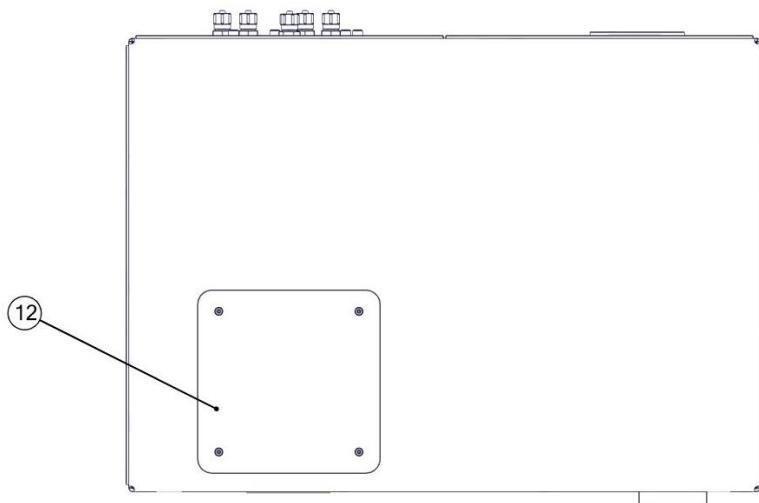

Bild 2 – ovanifrån
- **"Fel 4" – Minsta belastningsintervall överskridet.** Detta meddelande anger att negativa belastningsvärden har detekterats av den elektroniska belastningscellen. Det här kan innebära att delar av mätgaffeln (del 2, bild 2) har avlägsnats eller att den utsatts för en uppåtriktad kraft. Om mätgaffelns tillstånd ser ut att vara normalt kan detta meddelande tyda på ett fel i den elektroniska kretsen. Kontakta Simpson Technologies för ytterligare hjälp med att lösa problemet som orsakar felmeddelandet.
1. Stäng av vådragprovaren genom att ställa vippströmbrytaren på maskinens baksida (del 6, bild 2) i AV-läge.
5. Ta bort plastlocken på båda anslutningarna för oljeavtappning på baksidan av maskinen (del 10, bild 2).
12. Ta av plastlocken på båda påfyllningshålén för olja som sitter på maskinens baksida (del 9, bild 2).
14. Sätt tillbaka plastlocken på båda påfyllningshålén för olja (del 9, bild 2) som sitter på maskinens baksida.
2. Skjut försiktigt in injusteringsröret på vådragprovarens bord (del 3, bild 2).
1. Stäng av våtdragprovaren, vänta några sekunder och ställ tillbaka vippströmbrytaren på maskinens baksida (del 6, bild 2) i AV- och PÅ-läge.
4. Placera försiktigt en kalibreringstyngd (Master Calibration Weight, modell 42112B) på mätgaffeln (del 2, bild 2). Foto 1 visar kalibreringstyngden på mätgaffeln.
Det är viktigt att centrera stödstiften på mätgaffeln (del 2, bild 2) till mitten på provrörsenhetens avtagbara ring. Följ nedanstående procedur för att kontrollera stiftens position:
1. Skjut noggrant in injusteringsröret (modell 42112A) på bordet (del 3, bild 2) på vådragprovaren. Skjut försiktigt tillbaka injusteringsröret på bordet tills det når det fasta ändläget på bordets bakre del.
2. Starta vådragprovaren genom att ställa vipprömbrytaren på maskinens baksida (del 6, bild 2) i PÅ-läge.